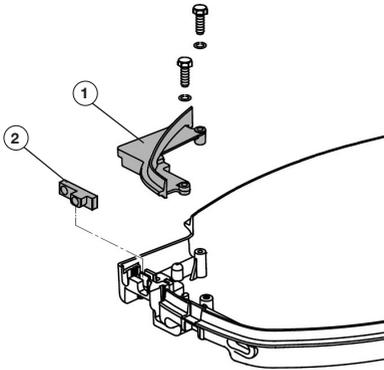

Рис. 13 Крышка узла крепления тросов
4. Открутите два болта и снимите крышку узла крепления оболочек тросов управления и уплотнение оболочек тросов (Рис. 13).